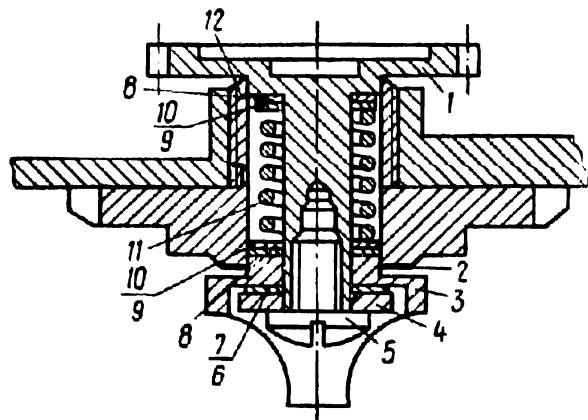

Рис. 33. Фрикцион приемной катушки:
5.2.130. Проверить момент трения фрикциона приемной катушки приспособлением ФК-УП-36, измеряя момент на поводке 3 (рис. 33). Регулировать момент трения шайбами 8, 9, 10. Предварительно снять винт 5, поводок 3, шайбы 4, 6, 7. Места трения смазать смазкой ОКБ-122-7. Установить детали, снятые при разборке, и проверить момент трения (215 ± 25 гсм).
5.2.139. Снять заднюю стенку. Вывинтить сломанный винт 5 (рис. 33) при необходимости сломанный винт высверлить или заменить шестерню 1 новой. Для высверливания винта или замены шестерни снять верхнюю крышку, экранную крышку и затвор согласно пп. 4.6—4.10.3. Смазать места трения фрикциона смазкой ОКБ-122-7. Установить шестернию 1, верхние шайбы 8, 9 10, пружину 11, нижние шайбы 8, 9, 10, шайбу 2, поводок 3, шайбы 6, 7, 4 и закрепить винтом 5. Проверить момент трения фрикциона согласно п. 5.2.130.